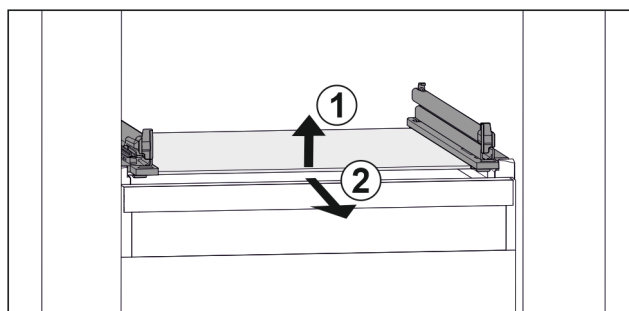

Fig. 78 Simbolična slika steklene plošče
- ▶ Steklenu ploščo dvignite v smeri naprej. Fig. 78 (1)
- ▶ Steklenu ploščo odstranite v smeri naprej. Fig. 78 (2)